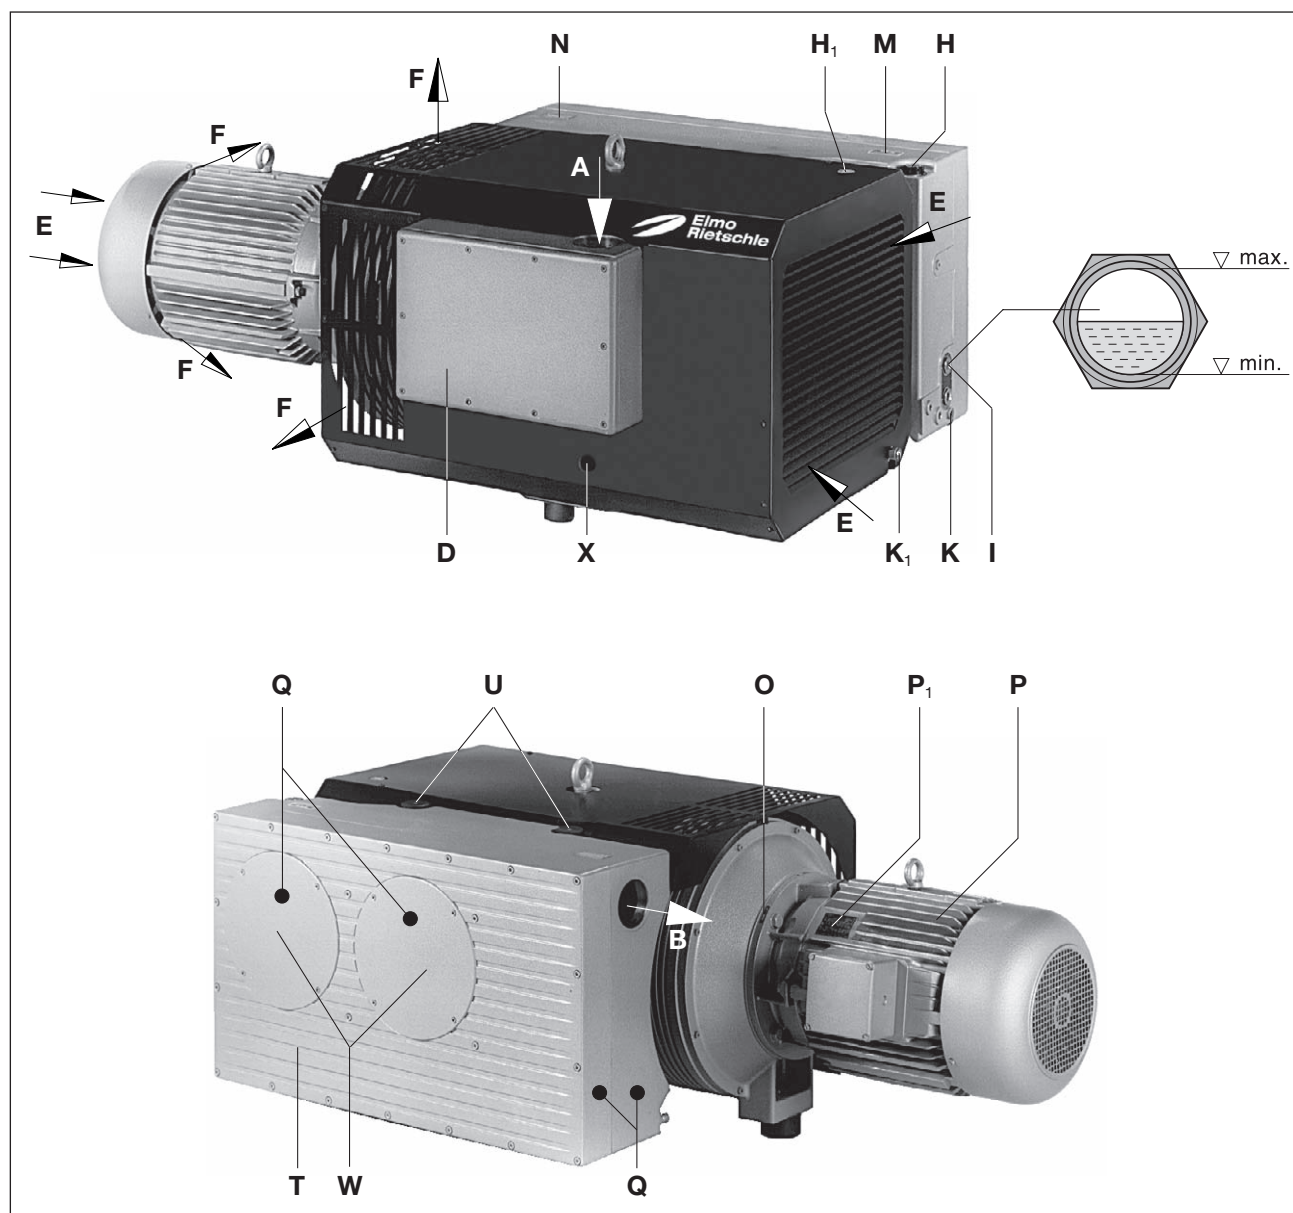

Fig. 2 Bomba de vacío V-VC 400 - V-VC 1300
Una válvula para gas estabilizador (fig. 2/U) de serie impide cualquier condensación de una pequeña cantidad de vapor de agua en el interior de la bomba caliente. Para la acumulación de vapor de agua se puede prever una dotación de la bomba con una capacidad de estabilización de gas superior en fábrica.
La carcasa del filtro (fig. 2/D), la boca de llenado de aceite (fig. 2/H, H₁), la mirilla de aceite (fig. 2/I), el drenaje de aceite (fig. 2/K, K₁), la válvula para gas estabilizador (fig. 2/U) y la carcasa del separador de aceite (fig. 2/T) deben estar fácilmente accesibles.
Las entradas de aire refrigerante (fig. 2/E) y las salidas de aire refrigerante (fig. 2/F) deben tener una distancia de al menos 30 cm de las paredes. El aire de refrigeración saliente no debe volver a aspirarse. Para los trabajos de mantenimiento prever al menos 50 cm de distancia alrededor de la máquina.
La apertura de aire de escape (fig. 2/B) no debe ser cerrada ni obstruida.
- a) La toma de vacío (fig. 2/A) se encuentra en la carcasa del filtro (fig. 2/D).
- b) El aire aspirado puede emitirse a la atmósfera a través de la salida de aire de escape (fig. 2/B) o evacuarse a través de una tubería o manguera.
- a) Rellenar el aceite lubricante (para tipos adecuados véase el capítulo “Mantenimiento”) en ambas bocas de llenado de aceite (fig. 2/H, 2/H₁) hasta el borde superior de la mirilla (fig. 2/I).
- a) Los datos eléctricos del motor figuran en la placa de características (fig. 2/N) o en la placa del motor (fig. 2/P₁). Los motores se corresponden con EN 60034 y son de índice de protección IP 55 y clase de aislamiento F. El esquema de conexión correspondiente se encuentra en la caja de bornes del motor (no aplicable en versiones con conector para clavijas). Comparar los datos del motor con los datos de la red eléctrica existente (tipo de corriente, tensión, frecuencia de la red, intensidad admisible).
!En estado caliente, las temperaturas de las superficies de las piezas (fig. 2/Q) pueden superar los 70°C.
- ▷ El sentido de giro previsto para el árbol de accionamiento está señalado mediante la flecha (fig. 2/O) en la brida del motor.
- b) Con el sentido de giro correcto, poner el motor de nuevo en marcha y apagarlo después de 2 minutos para reponer aceite hasta el borde superior de la mirilla (fig. 2/I). Si la boca de llenado (fig. 2/H₁) no está accesible, el llenado se debe repetir en la boca de llenado (fig. 2/H) hasta que el refrigerador de aceite esté completamente lleno. La boca de llenado no debe abrirse de ninguna manera con la bomba funcionando.
- ▷ El margen de funcionamiento se puede ajustar girando el perno de ajuste (fig. 2/X, 4/X).